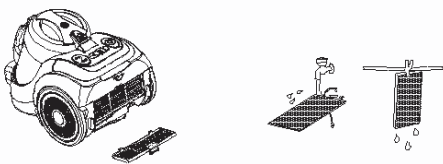

Рис. 9
4. Установите решетку выходного отверстия на место (Рис. 9).